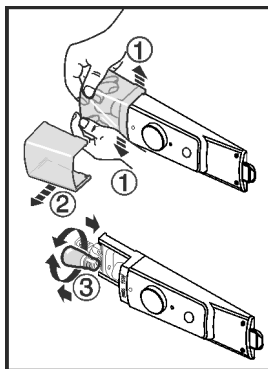

Fig. 10
- ▶ Staccare la copertura della lampadina dalla parte interna anteriore, Fig. 10 (1) come in figura, e metterla da parte Fig. 10 (2).
- ▶ Sostituire la lampadina. Fig. 10 (3)